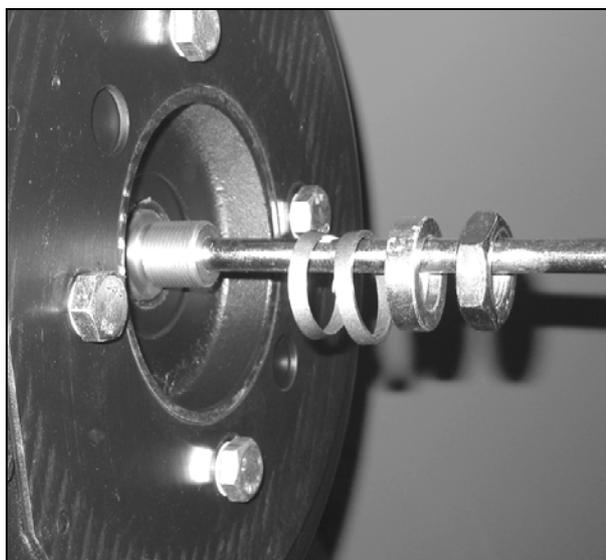

Рисунок 23
- Порядок установки различных деталей показан на (Рис. 23).